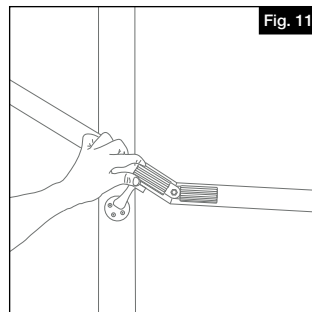

Fig. 11
- Ensamblar y posicionar la unión ajustable en la parte exterior del pasamanos y apretar el tornillo en el ángulo adecuado (Fig. 11).